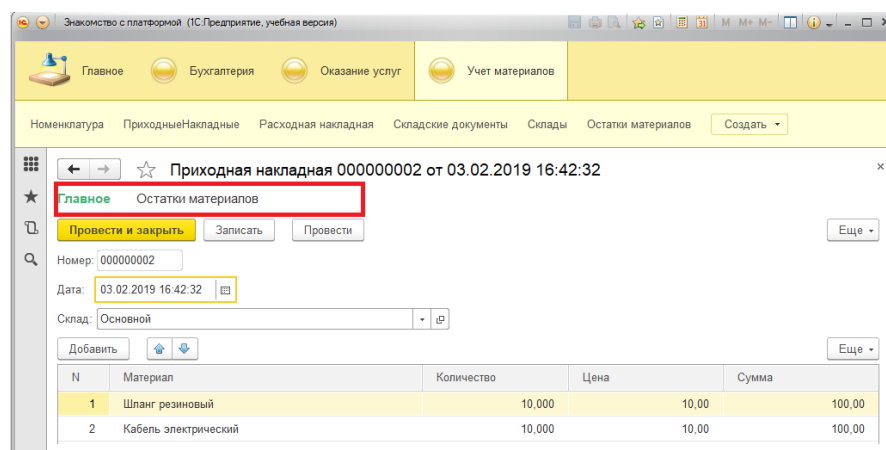

Рис. 2.7 Переход к регистру накопления из формы документа
3. Запустите «1С:Предприятие» в режиме отладки и откройте Приходную накладную (рис. 2.7). Под заголовком формы документа появилась панель навигации, в которой существует возможность переходить к списку записей регистра Остатки Материалов, связанному с документом, и обратно к содержимому документа.